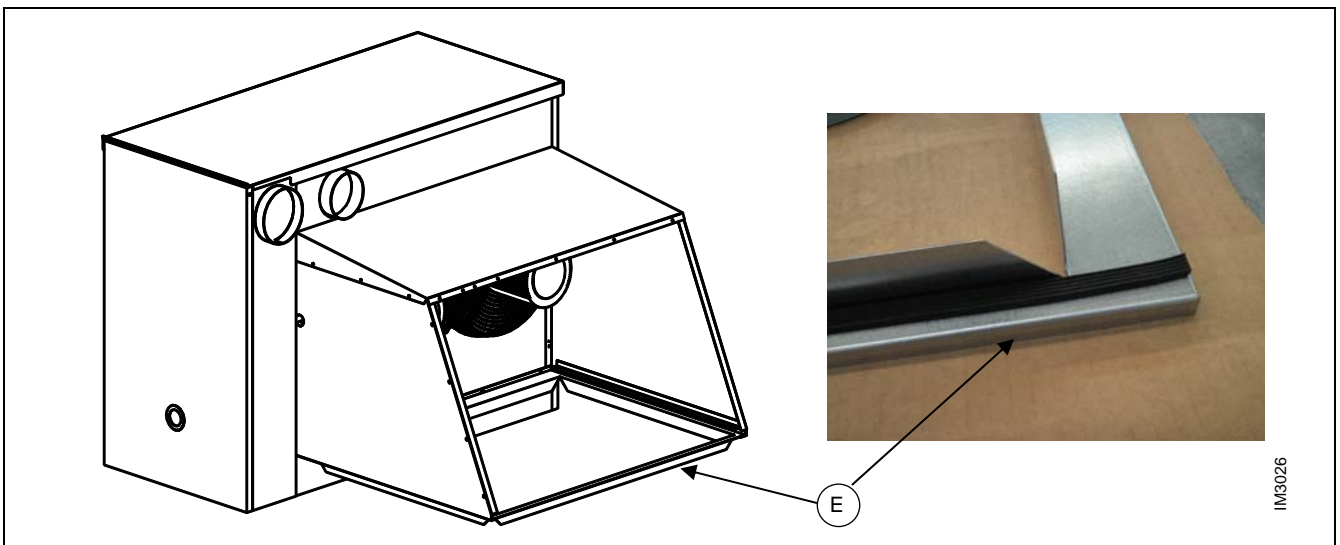

Figura 14 – POSIZIONAMENTO GUARNIZIONE DI TENUTA E MONTAGGIO FLANGIA PLENUM DI RIPRESA
4. Posizionare la guarnizione di tenuta sulla flangia E ed inserire la flangia nel plenum come in Figura 14.